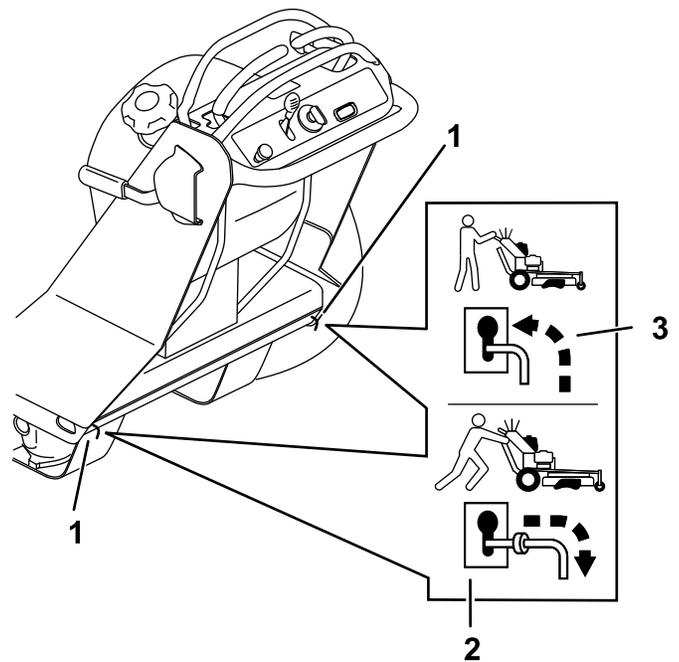

図 65
4. 両方のバイパスレバーをキー穴に沿って手前に引き、更に下に動かしてロックする 図 65。
7. エンジンを停止し、バイパスレバーを前下方向に動かしてロックする 図 65。